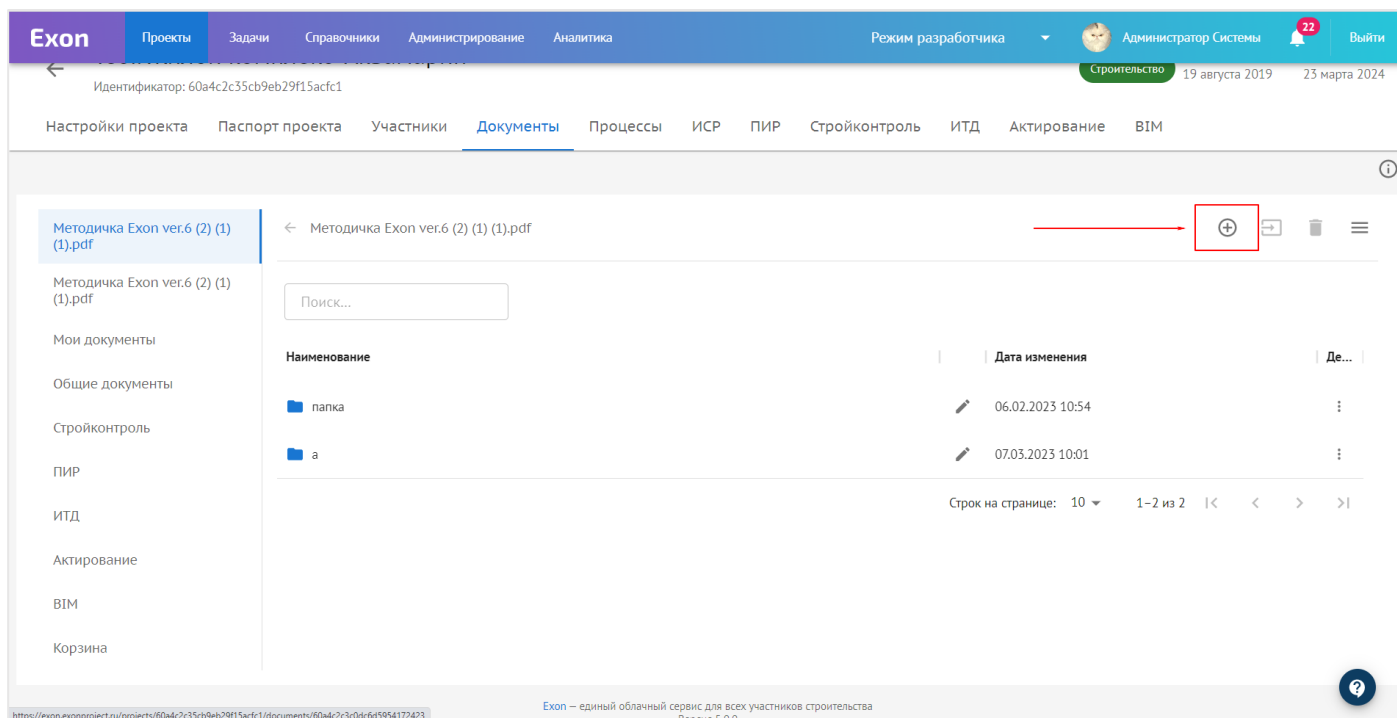

Рис. 41 – Загрузка файла
1. Находясь в папке, в которую необходимо загрузить файл, нажать соответствующую кнопку в правой части экрана (рис. 41);